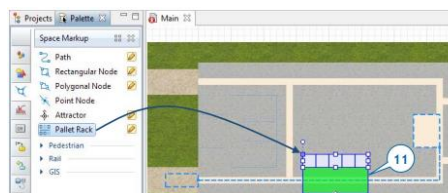

Рисунок 10.8 – Палітра *Space Markup*
11. Визначте складське сховище вашої моделі, перетягнувши елемент *Pallet Rack* з палітри *Space Markup* на макет і розмістивши його проходження на шляху. Правильно розміщений палетний стелаж підсвічується зеленим кольором, який показує, що він підімкнений до мережі (рис. 10.8).